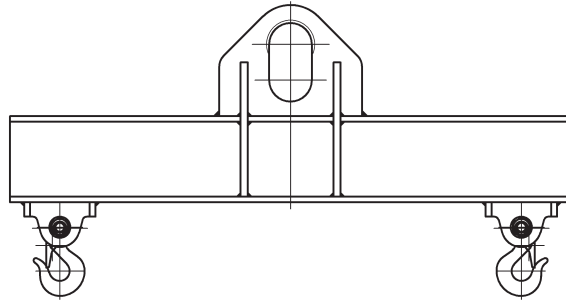

Fig. 3
- **El balancín estándar** (Fig. 3) sólo es adecuado para transportar cargas que pueden ser amarradas de tal forma que su centro de gravedad esté directamente bajo la anilla